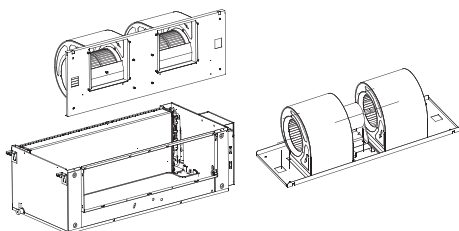

Рис. 9-3
3. Снимите провод двигателя, переднюю панель и отремонтируйте двигатель (см. рис. 9-3).